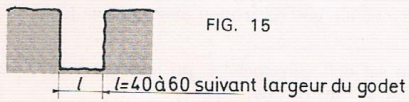

FIG. 15
- le terrassement est effectué à la pelle hydraulique (fig. 15 et 16) ;